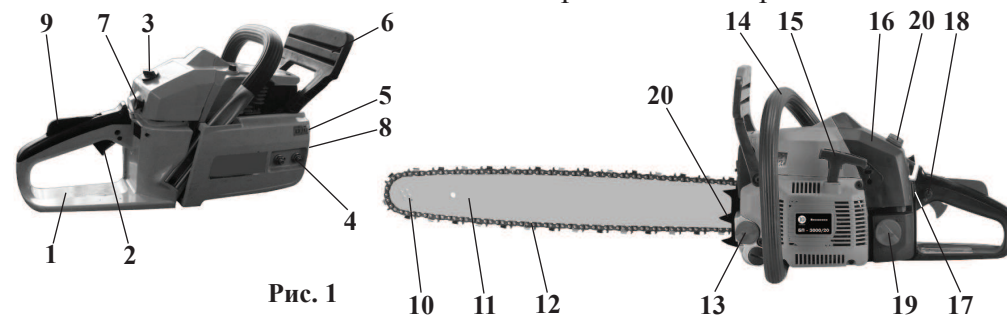

Рис. 1
3.1 Общий вид модели БП - 3000/20 представлен на рис. 1: